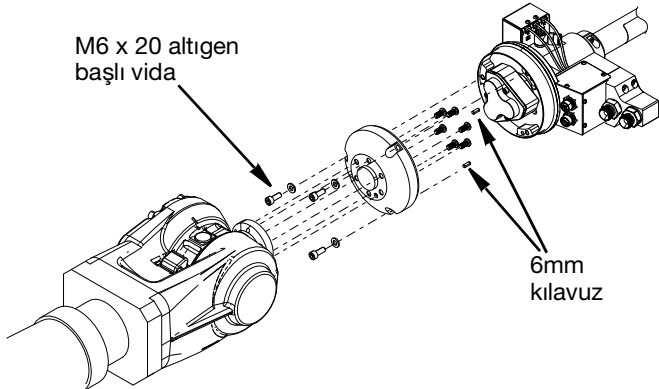

FIG. 2
2. Montaj flanşı daha sonra Switch Tip 3B Tabancanın gövdesine üç adet M6x20 altıgen lokma başlı vida ile tutturulur. 98,2 in-lbs (11,1 N•m) torkla sıkın. Kitle birlikte verilen 6mm'lik kılavuz pimlerin doğru konumlara takıldığından emin olun. Bkz. FIG. 2.